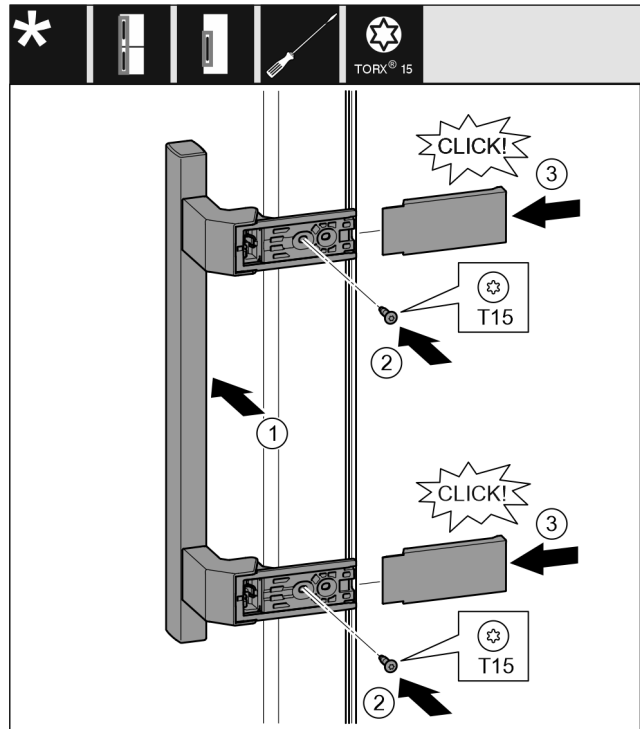

Fig. 12
- ▶ Postavite ručku na suprotnu stranu. *Fig. 12 (1)*
- ▶ Pritegnite vijke odvijačem T15. *Fig. 12 (2)*
- ▶ Postavite pokrove bočno i natakните ih. *Fig. 12 (3)*